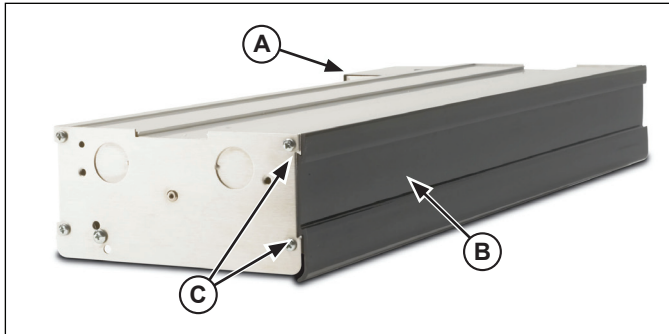

Figura 1. Instalación de los paneles Kool-Touch®.
1. Comenzando en el lado que no tiene la caja de control (A), deslice el panel Kool-Touch® (B) a su posición empezando en un extremo del calentador. Deslice el panel Kool-Touch® en el canal (C) en el costado de la unidad hasta que quede en su lugar. (Las unidades acopladas requieren dos piezas recortadas a medida). Consulte la Figura 1.